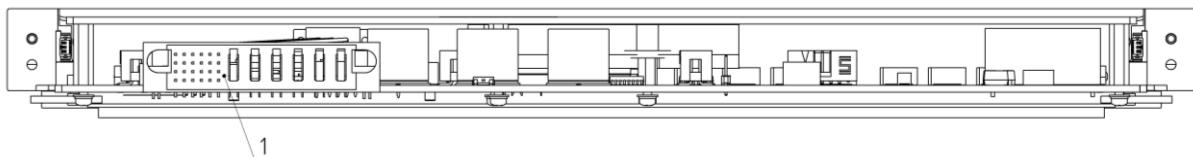

Рисунок 3 – МШ-ТР (ПБЦР.468266.001-01), вид сзади¹
- откидные защелки с фиксаторами, расположенные с двух сторон лицевой панели, предназначенные для фиксации/извлечения вставного блока в/из шасси и для исключения необнаруживаемого изъятия (10);
- винты крепежные, расположенные с двух сторон, предназначенные для крепления вставного блока в шасси и ручки-органайзер (11);
- соединитель, расположенный сзади, предназначенный для подключения вставного блока к шине блока управления и к шине блоков электропитания в шасси (поз. 1, см. Рисунок 3).